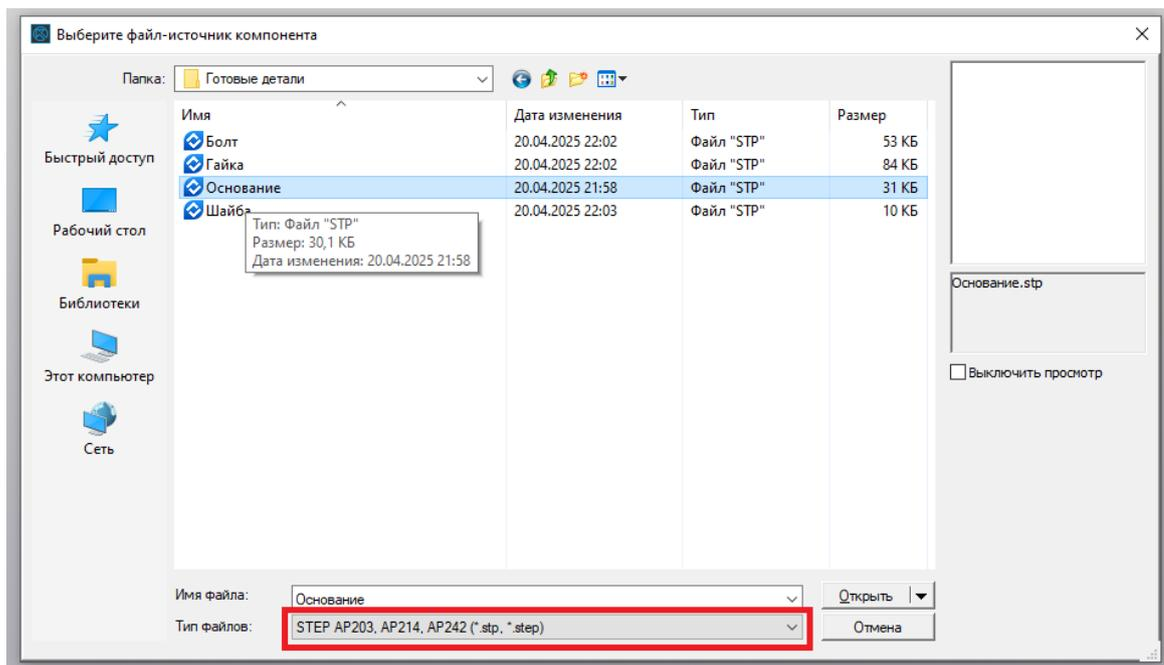

Рис. 51
3. Добавление элементов сборки начинаем с основания. Для этого в типе файлов выбираем формат STEP и выбираем файл *Основание* (рис. 51).